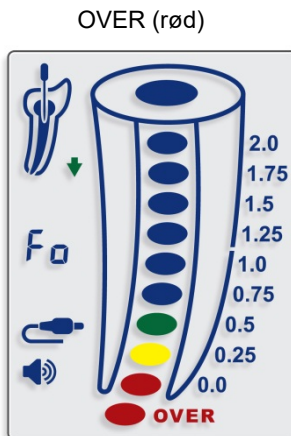

Fig. 11
**⚠** Den røde **OVER**-indikation ledsaget af hyppige bip angiver, at filtippen er skredet ud over foramen i det periapiske område - 'Foramen over-instrumentation' (fig. 11).